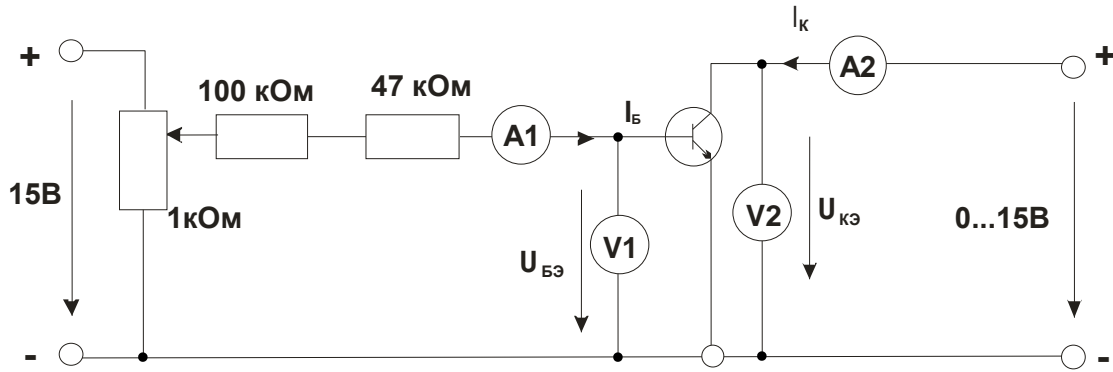

Рис.4.3.1
- Соберите цепь согласно схеме (рис.4.3.1). Потенциометр 1 кОм используется для регулирования тока базы, резисторы 100 и 47 кОм – для ограничения максимального тока базы. Измерение тока базы  $I_b$  и напряжения  $U_{бэ}$  производятся мультиметрами на пределах 200  $\mu\text{A}$  и 2 В соответственно. Регулирование напряжения  $U_{кэ}$  осуществляется регулятором источника постоянного напряжения, ток коллектора  $I_k$  и напряжение  $U_{кэ}$  измеряются виртуальными приборами (пределы измерения коннектора изменяются в ходе работы по мере необходимости или по подсказкам компьютера).